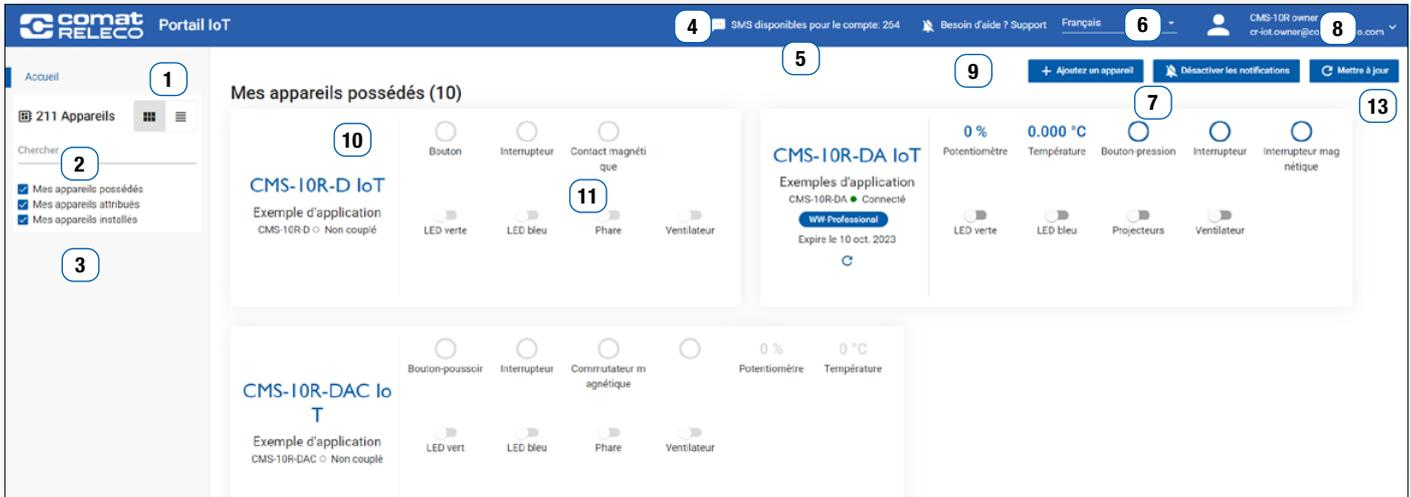
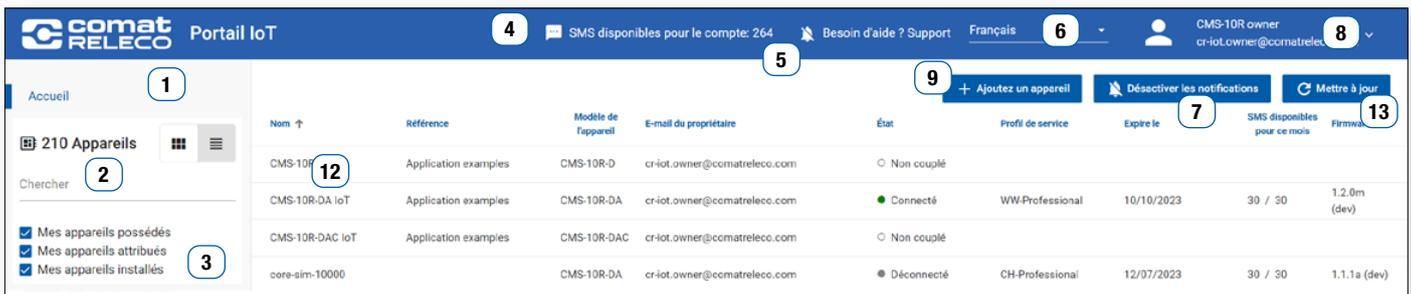

Figure 33
Figure 34
Sélectionnez l'appareil souhaité dans la vue d'appareils (Figure 33). Choisissez **Coupler**.
Ce menu permet de saisir/modifier les données du titulaire du compte (voir Figure 35, Figure 33 (8) et Figure 34 (8)).
Les forfaits SMS achetés ici appartiennent au **propriétaire** et peuvent être utilisés pour tous les appareils appartenant à ce propriétaire. (voir Figure 33 et Figure 34 (4))